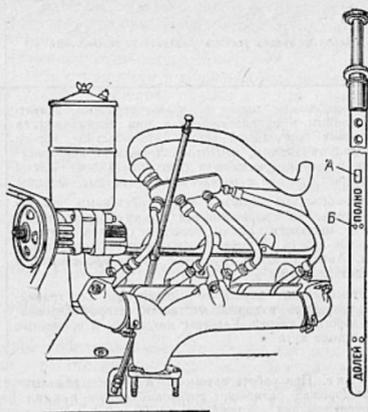

Рис. 123. Проверка уровня масла в картере двигателя:
2. Перед пуском двигателя проверьте уровень масла в картере двигателя (рис. 123) и уровень охлаждающей жидкости в радиаторе, при необходимости долейте до нормы.